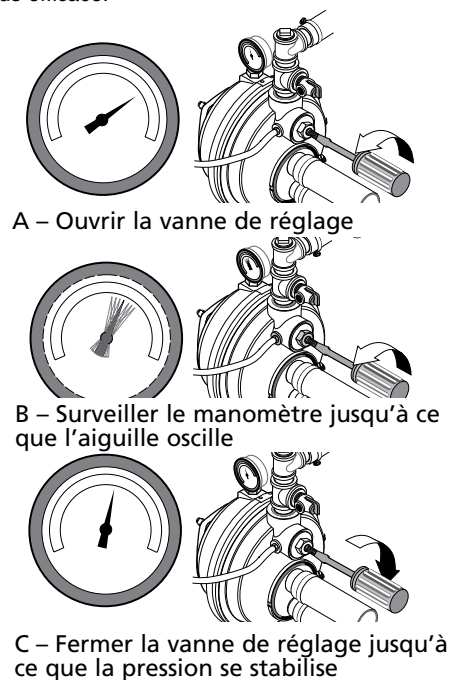

Figure 15 – Régler la vanne de réglage
- Lorsque la pression s'est accumulée et stabilisée à environ 50 lb/po2, ouvrir lentement la vanne de réglage (voir la Figure 15) et laisser chuter la pression jusqu'à ce que l'aiguille du manomètre commence à osciller. Pendant que l'aiguille oscille, fermer suffisamment la vanne de réglage pour arrêter l'aiguille d'osciller (voir la Figure 15). La pompe fonctionne maintenant à son point le plus efficace.